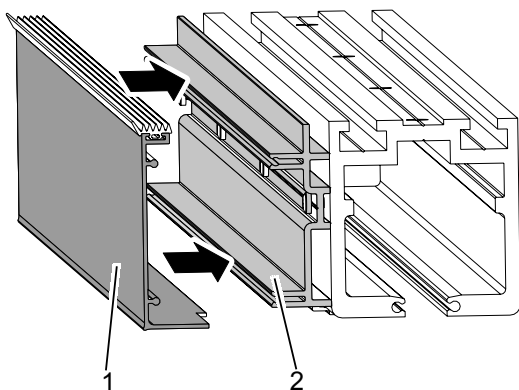

Abb. 40: Blende aufstecken
5. Blende (Abb. 40/1) auf Kunststoffelement (Abb. 40/2) aufstecken.